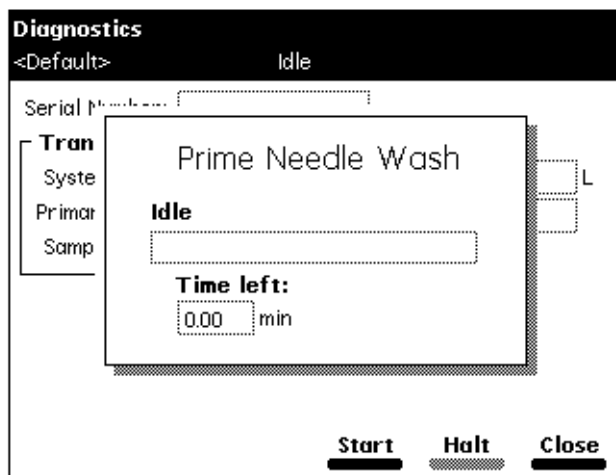

图 8-6 灌注针头清洗对话框
2. 按 Diagnostics（诊断）屏幕中的 **Prime NdlWash（灌注针头清洗）** 屏幕键。出现 Prime Needle Wash（灌注针头清洗）对话框（图 8-6）。